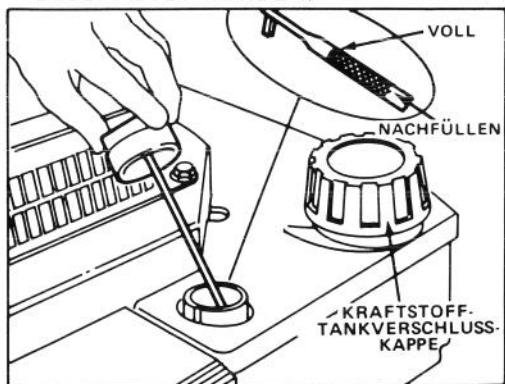

Bild 6
3. Ölmeßstab abwischen und in den Einfüllstutzen stecken. Verschlußkappe eine Vierteldrehung im Uhrzeigersinn drehen. Dann den Ölmeßstab entfernen und Ölstand prüfen (Bild 6). Ist der Ölstand niedrig, Ölstand nur bis zur **VOLL**-Markierung auf dem Ölmeßstab nachfüllen. NICHT ÜBER DIE **VOLL-MARKIERUNG HINAUS FÜLLEN**, DENN MOTOR KÖNNTE BEIM START BESCHÄDIGT WERDEN.
1. Rund um die Kraftstofftankverschlußkappe reinigen und Kappe vom Tank entfernen (Bild 6). Bei bleifreiem Benzin Kraftstofftank bis 13 mm unterhalb der Oberseite des Tanks füllen.